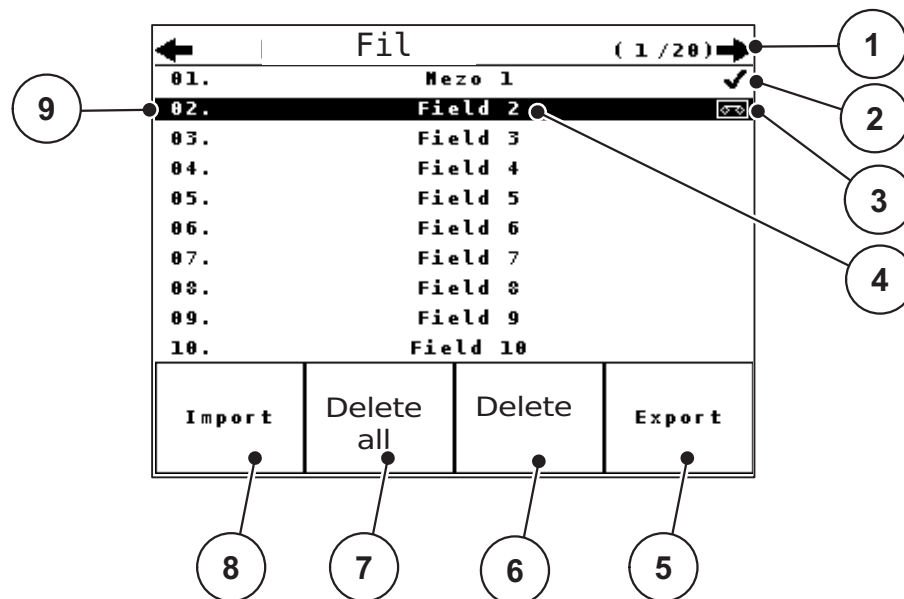

Bild 4.21: Meny File (Fältdata)
2. Tryck på funktionsknappen **Import** (se bild 4.21).
2. Tryck på funktionsknappen **Export** (se bild 4.21).